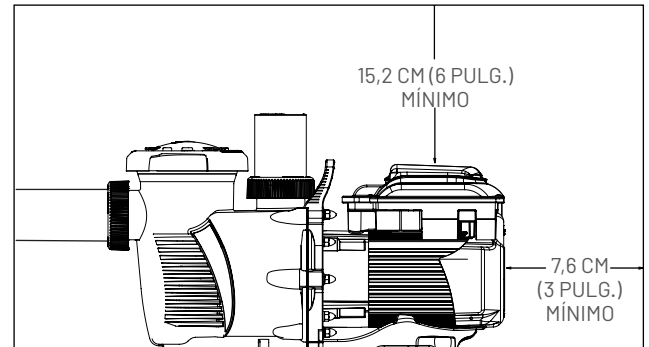

Figura 1: espacio libre vertical y trasero de la bomba
6. Instale la bomba con un espacio detrás, como mínimo de 7,6 cm para que el motor se pueda extraer fácilmente para mantenimiento y reparación. Consulte la Figura 1.